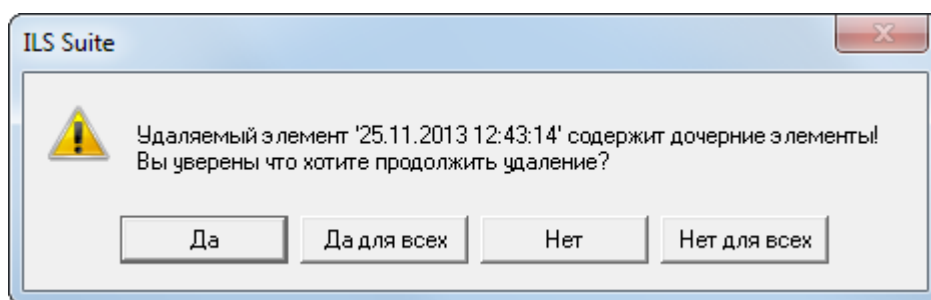

Рис. 25-23 – Информационное окно
- 5) Если выбранный элемент не содержит дочерних элементов, то он будет удален из базы данных. В противном случае появится диалоговое окно, пример которого приведен на рис. 25-23.